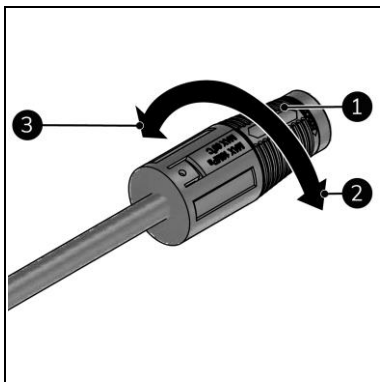

Figure 17
3. Tournez la tête de la buse (figure 17, pos. 1) pour modifier l'angle du jet :
- pour un angle inférieur (plus puissant), tournez-la dans le sens des aiguilles d'une montre (figure 17, pos. 2).
- pour un angle supérieur (moins puissant), tournez-la dans le sens inverse des aiguilles d'une montre (figure 17, pos. 1).